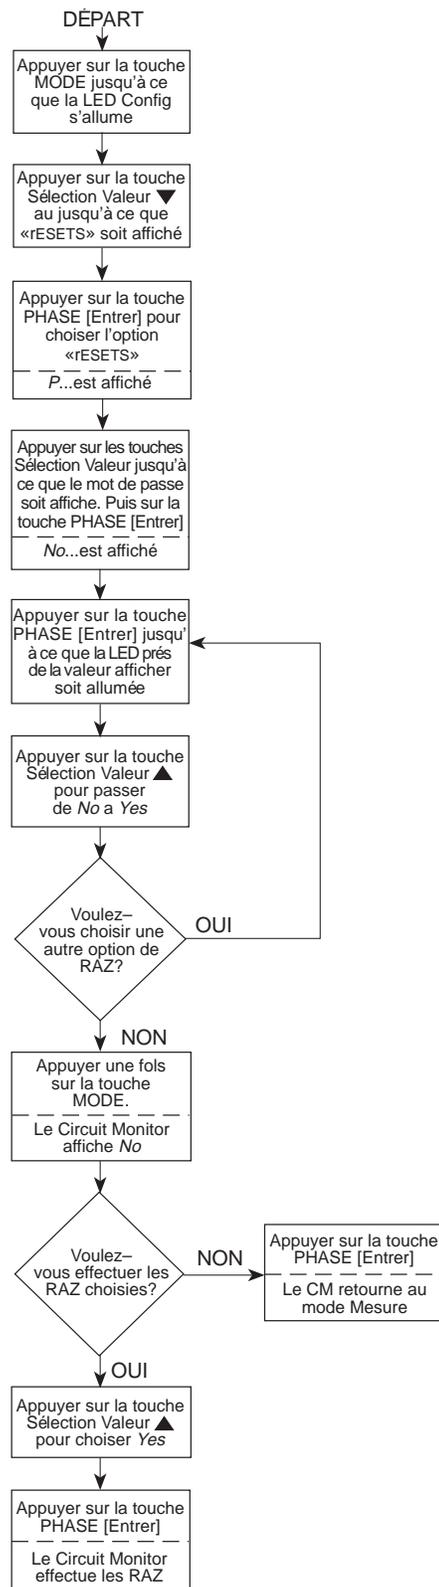

Figure 4-3 : Organigramme pour effectuer une RAZ à l'aide de l'option Resets (RAZ)
*Pour effectuer la RAZ, à l'aide de l'option Resets, consulter la figure 4-3 et exécuter les étapes suivantes :*